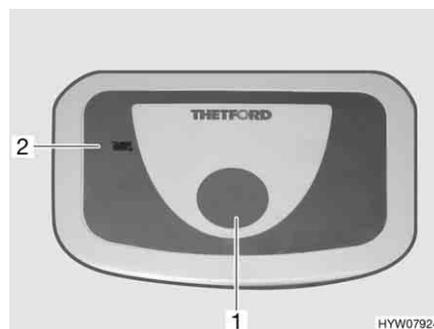

Fig. 162 Pulsante dello sciacquone/spia di controllo toilette Thetford
- Per sciacquare premere il pulsante blu (Fig. 162, 1).
La spia di controllo (Fig. 162, 2) si accende quando il serbatoio fecale deve essere svuotato.